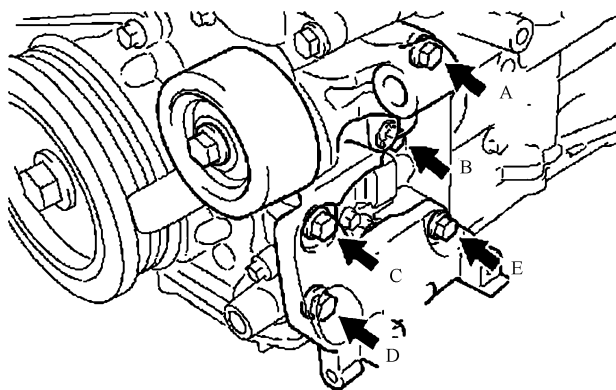

图 22-47 安装发动机传动带张紧器
28) 按照图 22-47 所示, 安装发动机传动带张紧器。图中 A 处的螺栓应换用新螺栓。位置 A 处的螺栓长度为 70mm, 其余位置的螺栓长度为 33mm。先把位置 A 和 E 处的螺栓紧固至 $36\text{N} \cdot \text{m}$, 然后再把位置 B、C、D 处的螺栓紧固至 $36\text{N} \cdot \text{m}$ 。